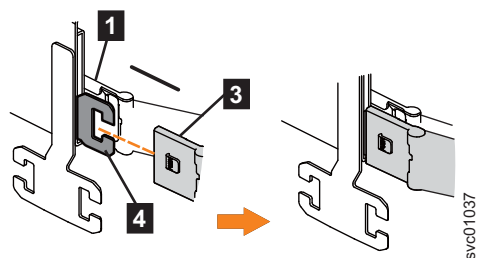

Figura 75. Instale o conector externo do CMA superior no membro externo do trilho de suporte
3. Instale o conector externo do conjunto de CMA superior (**3**) no membro externo do trilho de suporte esquerdo (**4**), conforme mostrado em Figura 75 na página 77.